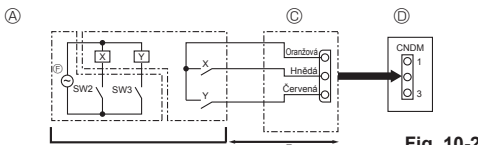

Fig. 10-2
10.2. Funkce aktivace dle poptávky (úprava na místě) (Fig. 10-2)